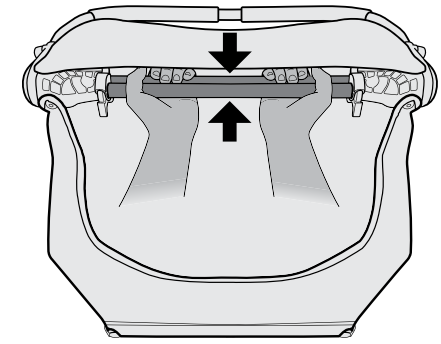

Figura 3
3. Presione los tubos del marco uno contra otro para asegurar su unión correcta (Figura 3).